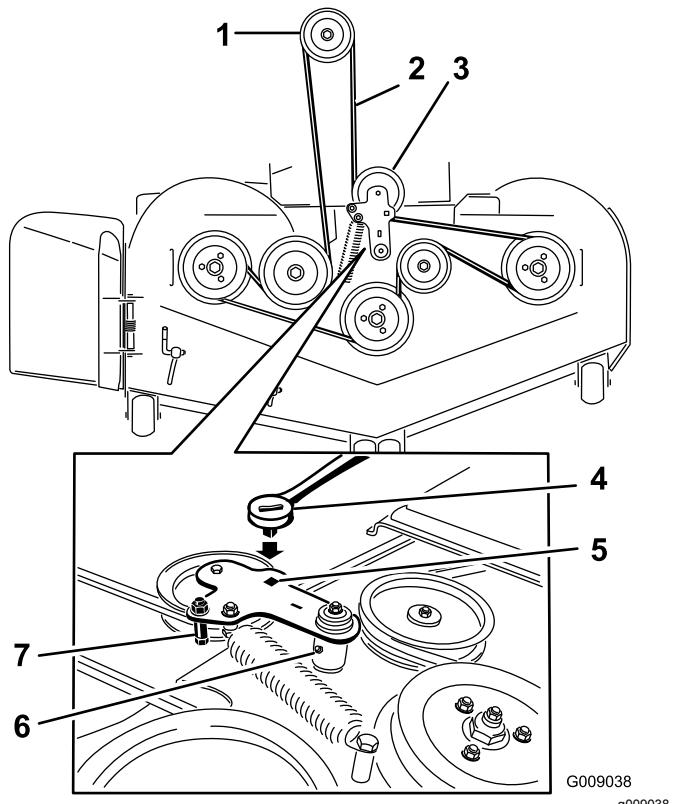

Figura 97
5. Levante la chapa de suelo e introduzca una llave dinamométrica en el taladro cuadrado del brazo tensor de la carcasa (Figura 97).
6. Gire cuidadosamente el brazo tensor de la carcasa en sentido horario y retire la correa del cortacésped (Figura 97).